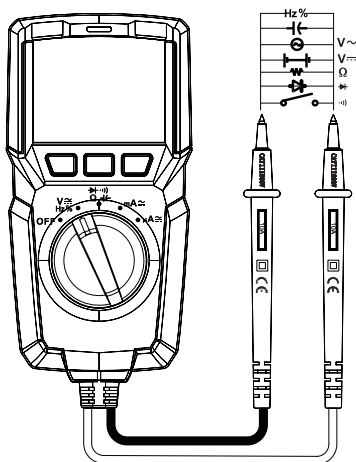

Fig. 1
Structure (voir la Fig. 1)
3. Brancher les deux pointes de touche à l'objet à mesurer Fig. 1 Lorsque la tension d'entrée (CC) est négative, un Moins s'affiche devant la valeur de mesure.
2. Brancher le câble de mesure en parallèle à la résistance Fig. 1
2. Brancher les deux pointes de touche à l'objet à mesurer Fig. 1
2. Mettre les pointes de touche en contact avec l'objet à mesurer et si possible respecter la polarité si elle est connue, par ex. dans le cas d'une diode la pointe de touche rouge sur l'anode et la noire sur la cathode Fig 1.
2. Appliquer les pointes de touche à l'objet de la mesure Fig. 1.
2. Appliquer les pointes de touche à l'objet de la mesure Fig. 1. En fonction du mode de mesure sélectionné, la fréquence (Hz/kHz/MHz) ou le rapport de palpage (%) s'affiche.